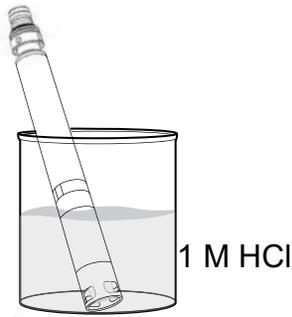

Figura 73 Limpieza del sensor de pH y pH/ORP con ácido clorhídrico
1. Remoje el sensor durante algún tiempo, entre 30 y 60 minutos, en un molar (1M) de HCl (Figura 73). El reactivo de HCl puede adquirirse en la mayoría de los distribuidores químicos o de laboratorio. Para evitar lesiones, siga con cuidado las instrucciones del fabricante del HCl. Si el HCl no estuviera disponible, empápele en vinagre blanco.